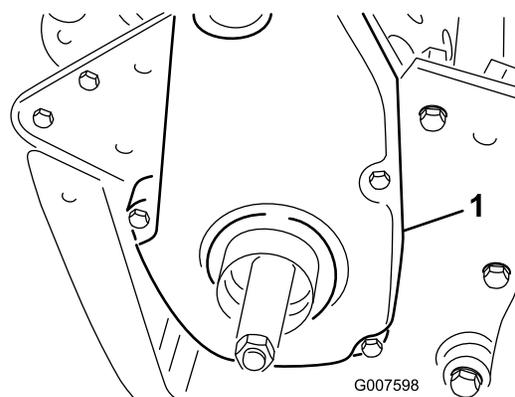

Рисунок 37
1. Снимите детали крепления и крышку ремня, чтобы открыть ремень (Рисунок 37).